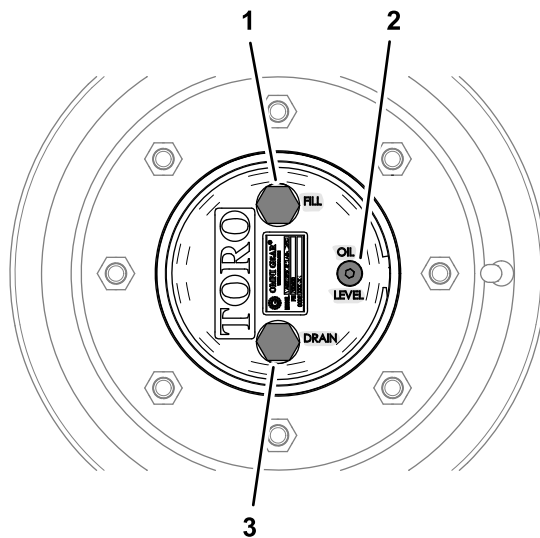

図 96
1. 水平な床面で、補給プラグが最高位置時計の 12 時の位置、点検プラグが 12 時、ドレンプラグが最低位置 6 時の位置にくるように駐車する 図 96。
1. 水平な床面で、補給プラグが最高位置時計の 12 時の位置、点検プラグが 12 時、ドレンプラグが最低位置 6 時の位置にくるように駐車する 図 96 プラネタリギアオイルの点検 \(ページ 64\) を参照。